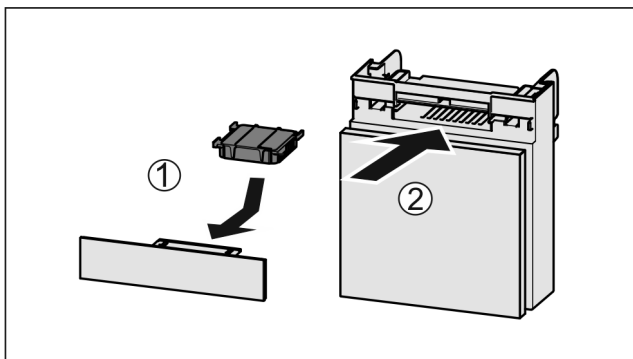

Fig. 162
- ▶ Установите фильтр с активированным углем, как показано на рисунке Fig. 162 (1).
- ▶ Вставьте отделение Fig. 162 (2).